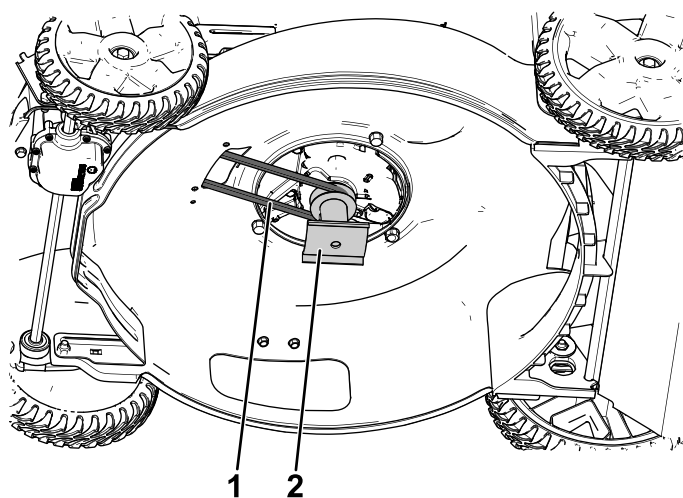

図 7
3. **図 7** のように、ブレードドライブとベルトを取り付ける。